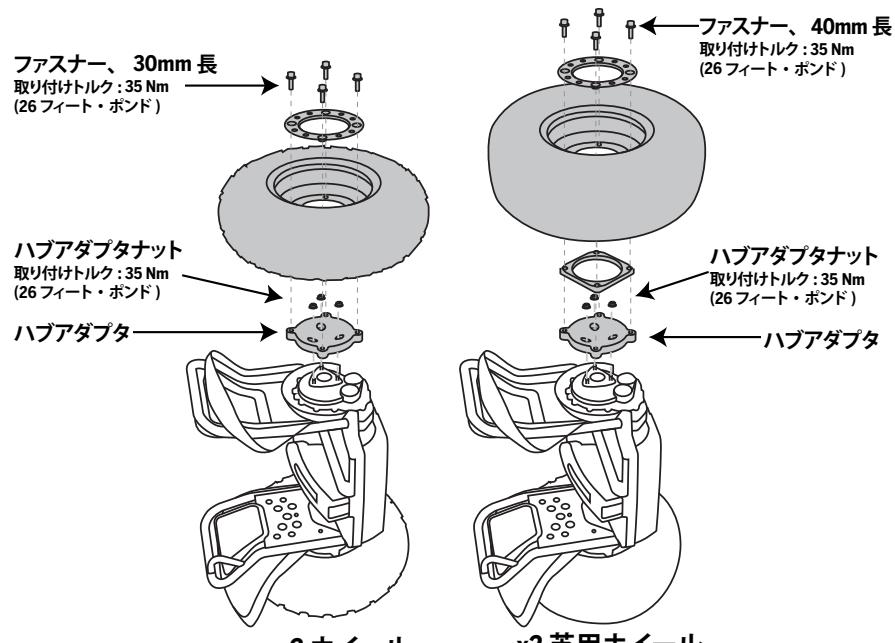

図2. ハブアダプタの取り外しと取り付け
3. 13mm ソケットレンチを使って、(3) 本のナットを外します。ホイールが回転しないようにホイールを押さえます。図2を参照してください。
5. 8mm 六角レンチを使って、ハブアダプタをホイールに固定している(4) 本のファスナーを外します。
7. ハブアダプタを元に戻すには、バルブの柱状部分が外を向くようにしてホイールをハブアダプタにかぶせます。x2 芝用：ハブアダプタにスペーサをかぶせてから、ホイールをスペーサにかぶせます。図2を参照してください。
8. トリムをホイールにかぶせます。(4) 本のファスナーを、トリムとホイールからハブアダプタへと通します。
9. ホイールとハブアダプタを 3 本のねじ山付き柱にかぶせます。図 2 を参照してください。ホイールが回転しないように押さえながら、(3) 本のナットを溝つき柱にはめます。13mm ソケットレンチを使って、35 Nm (26 フィート・ポンド) のトルクに締めます。